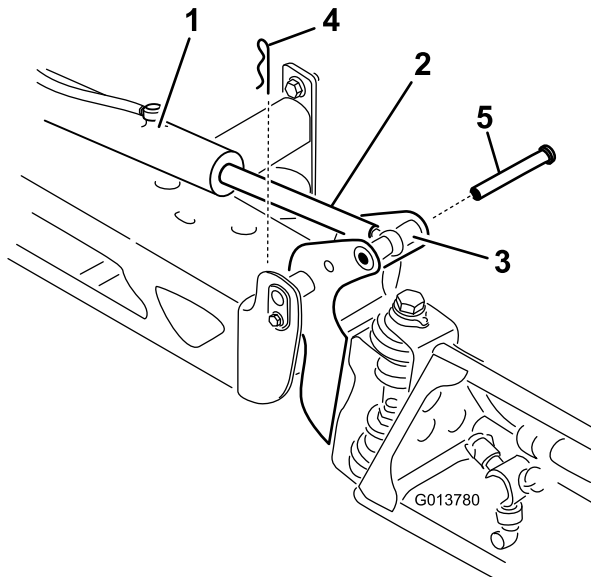

Figure 113
2. Retirez la goupille fendue de l'axe de pivotement (Figure 113).
3. Élevez la rampe et retirez l'axe (Figure 113), puis abaissez lentement la rampe au sol.
9. Tout en maintenant la rampe, insérez l'axe dans le pivot de rampe et la tige du vérin (Figure 113).